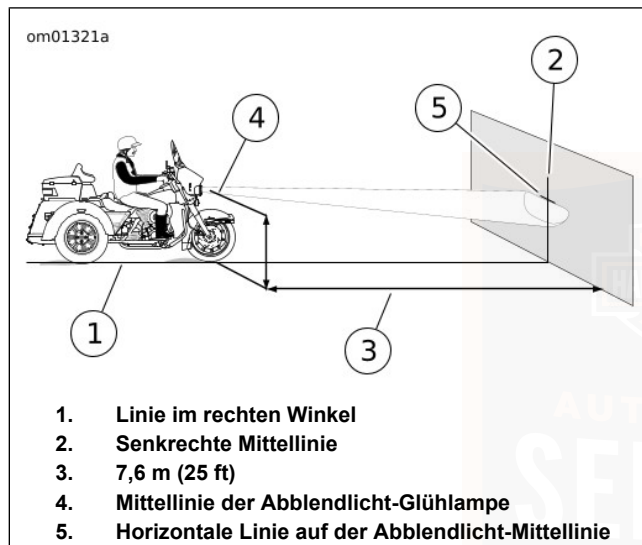
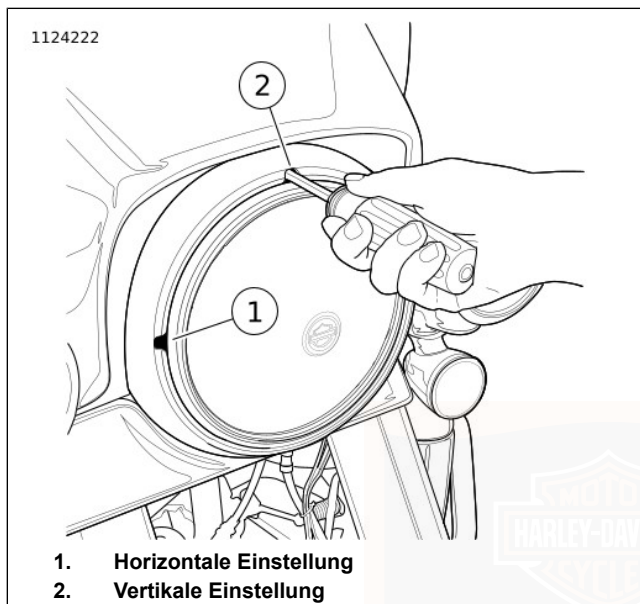

Abbildung 91. Scheinwerferausrichtung: LED
Abbildung 92. Scheinwerfereinstellschrauben: Alle außer rahmenbefestigte Verkleidung (typisch)
Siehe Abbildung 91. Das Motorrad auf einer Linie (1) im rechten Winkel zur Wand parken.
8. Siehe Abbildung 91. Durch die vertikale Linie an der Wand in der gemessenen Höhe eine horizontale Linie (5) ziehen.
Siehe Abbildung 91. Der Scheinwerfer ist korrekt eingestellt, wenn die Oberseite des Lichtstrahls bei **Abblendlicht** wie dargestellt ausgerichtet ist.
Siehe Abbildung 91. Die Scheinwerferausrichtung überprüfen.
2. Siehe Abbildung 92. Einen 5/32-Zoll-Kugelpf-Steckschlüssel in die Einstellöffnungen im Zierring stecken.
a. **Horizontal:** Den Scheinwerferstrahl mit der Horizontaleinstellschraube (1) nach links und rechts verstellen.
b. **Vertikal:** Den Scheinwerferstrahl mit der Vertikaleinstellschraube (2) nach oben und unten verstellen.
3. Siehe Abbildung 91. Das **Scheinwerferabblendlicht** wie dargestellt ausrichten.